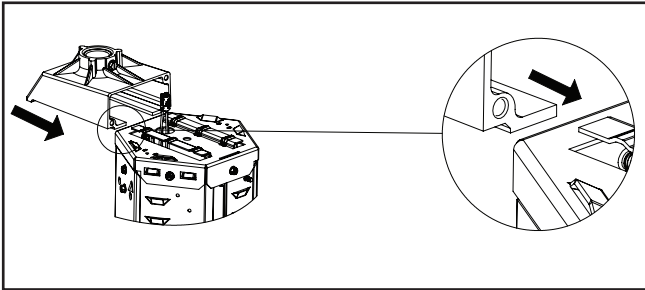

Figura 5.
5. Deslice el TCB como se muestra. (Figura 5.)